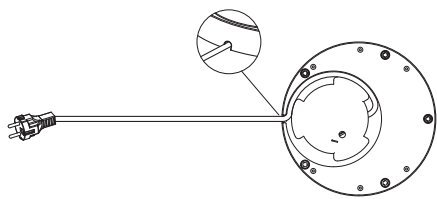

Fig. 2
- Para extender el cable eléctrico, desenrollarlo manualmente desde el enrollador de cable. Regular la longitud del cable en la medida necesaria para llegar hasta la toma de corriente haciendo salir de su alojamiento. (fig. 2)